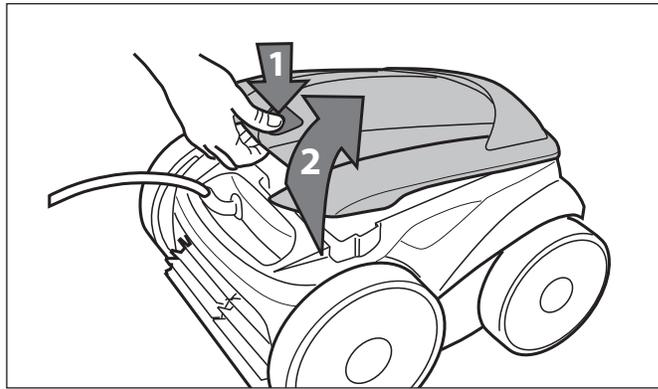

Figure 21. Soulèvement du couvercle de nettoyeur
3. Appuyez sur le verrou du couvercle (1) et soulevez le couvercle (2) jusqu'à ce qu'il soit fixé en position verticale. (Figure 21).